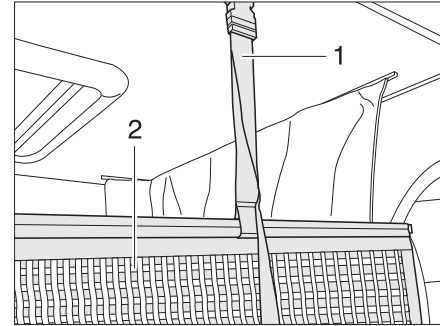

Fig. 167 Fixation filet de sécurité
Le filet de sécurité (Fig. 167,2) et les sangles de retenue sont rangés sous le matelas. Ne tendre le filet de sécurité qu'une fois que les personnes se trouvent dans le lit escamotable.
- Faire s'enclencher les sangles de retenue (Fig. 167,1) dans les œillets du plafond.